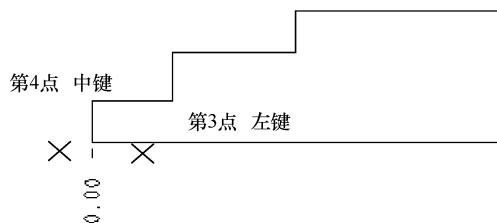
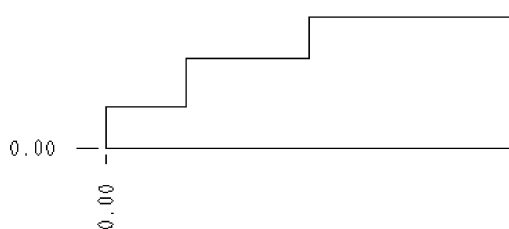

图 3-91 指定基线标注的点2
图 3-92 指定基线2
(3) 在图形区第3点位置选取最下水平线，在第4点位置单击鼠标中键指定坐标位置，如图3-91所示，完成竖直方向坐标原点的标注如图3-92所示。